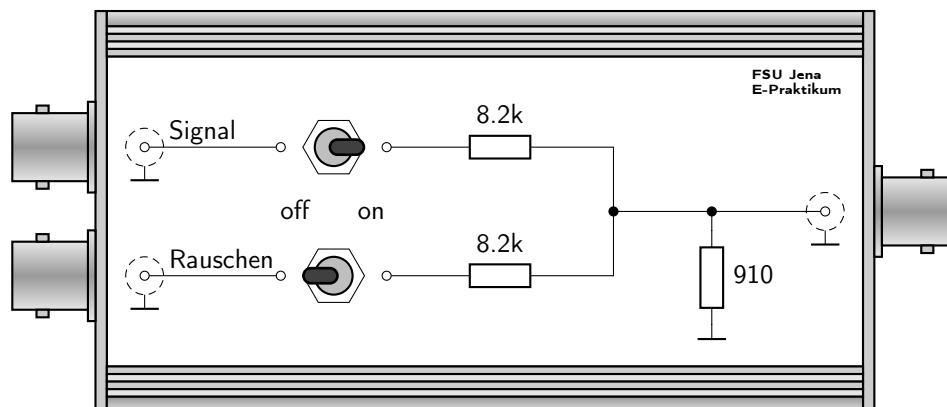

Abbildung 5: Mischerbox zur Addition zweier Signale (hier „Signal“ und „Rauschen“ genannt).
- ☞ Mithilfe der Mischerbox (Abb. 5) lassen sich ein Signal sowie Rauschen miteinander mischen. Verwenden Sie für das Signal ($f \approx 100$ Hz, $U \approx 1$ V) den Hameg Frequenzgenerator HM8030 und für das Rauschen den Agilent Funktionsgenerator 33210A (Noise: 10 V_{pp}).